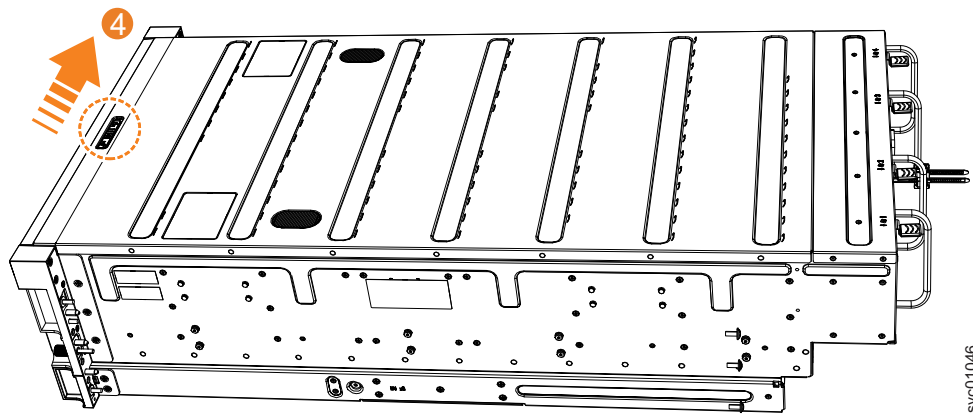

图 80. 锁定顶盖
5. 通过滑动释放杆 **4** 将外盖锁定到位，如图 80 中所示